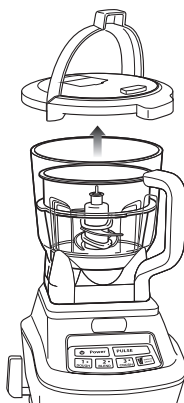

Fig. 6
- 10 Para remover la tapa, tire del mango de la tapa hacia arriba hasta un ángulo de 90° y saque la tapa. (Fig. 6)